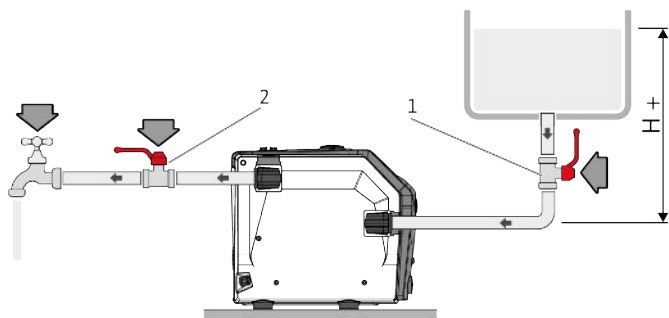

Fig. 9: Funcționarea în sarcină
- Umpleți produsul cu apă (aprox. 1,5 l) până când apa iese din orificiul de aerare (Fig. 9).